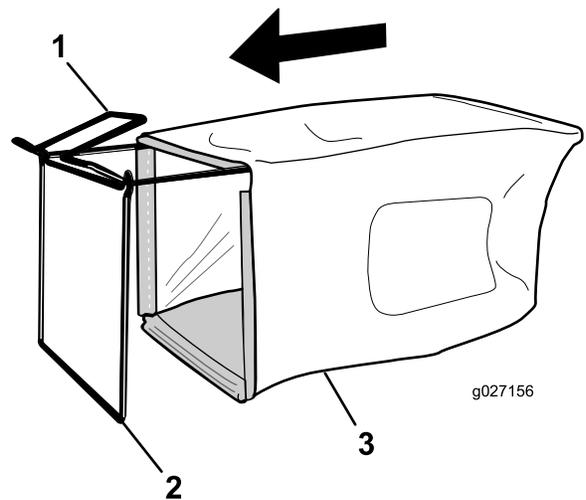

Figura 11
1. Infilate il cesto di raccolta sopra il telaio come illustrato in Figura 11.
- Nota:** Non infilate il cesto sopra la maniglia (Figura 11).